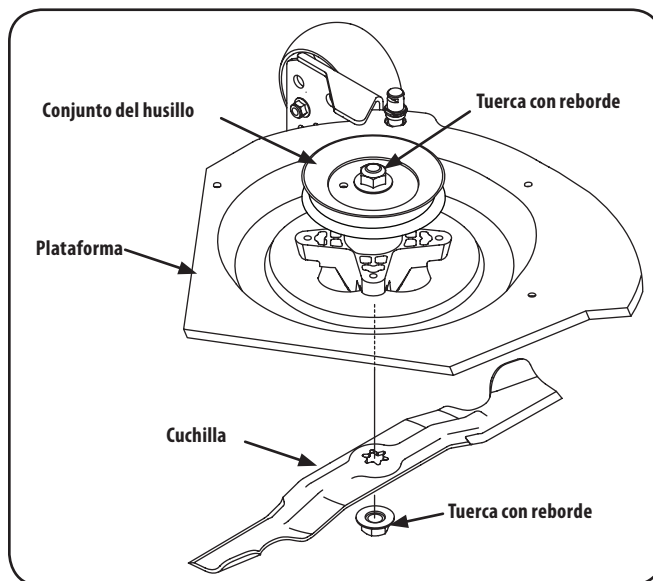

Figura 7-13
- Use una llave de $\frac{15}{16}$ " para sujetar la tuerca con brida encima del conjunto del husillo y con otra llave de $\frac{15}{16}$ " en la tuerca con brida que sujeta la cuchilla, retire la cuchilla. Consulte la Figura 7-13.